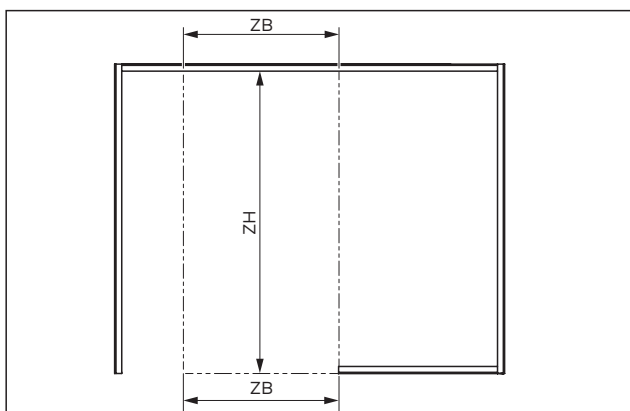

Abb. 17 Beispiel für die Abmessungen für den Einbau der Zarge am Montageort
- Die Abmessungen für den Einbau der Zarge aus der projektbezogenen Anlagenzeichnung mit dem Montageort (Abb. 17) abgleichen.